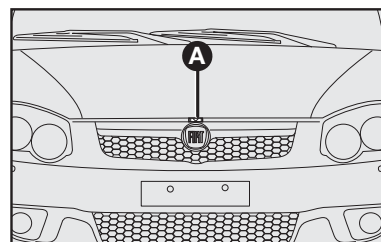

fig. 116
- 2) Mover a trava localizada sob o capô para cima **A**—fig. 116.